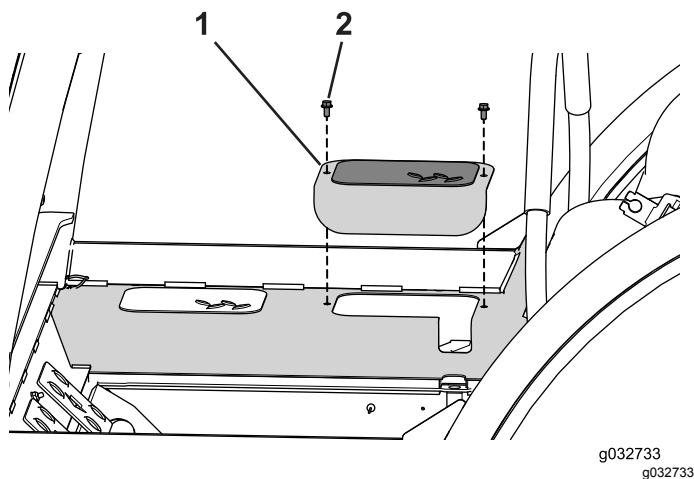

Figure 112
2. Retirez les 2 boulons qui fixent le couvercle d'accès de chaque côté de la machine (**Figure 112**).